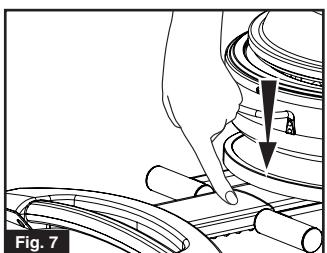

Fig. 7
- Presione hacia abajo el botón del asa para remolcar y continúe presionando el asa hasta que se acomode en el primer agujero del soporte. (Fig. 7)